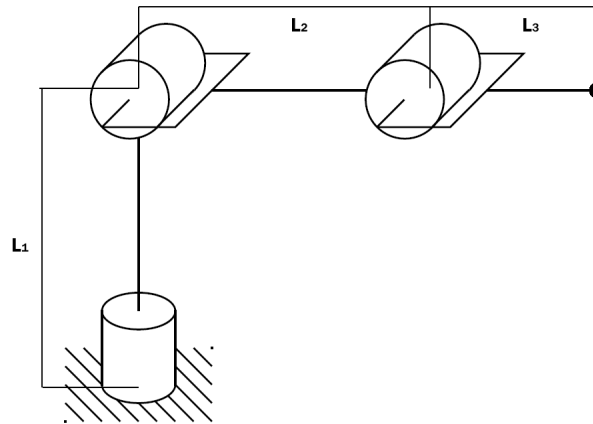

Figura 1: Robot *Elbow*.
1. Para el manipulador tipo *elbow* (Figura 1), tome como longitudes de eslabón $L_1 = 50$ cm, $L_2 = 40$ cm y $L_3 = 25$ cm: